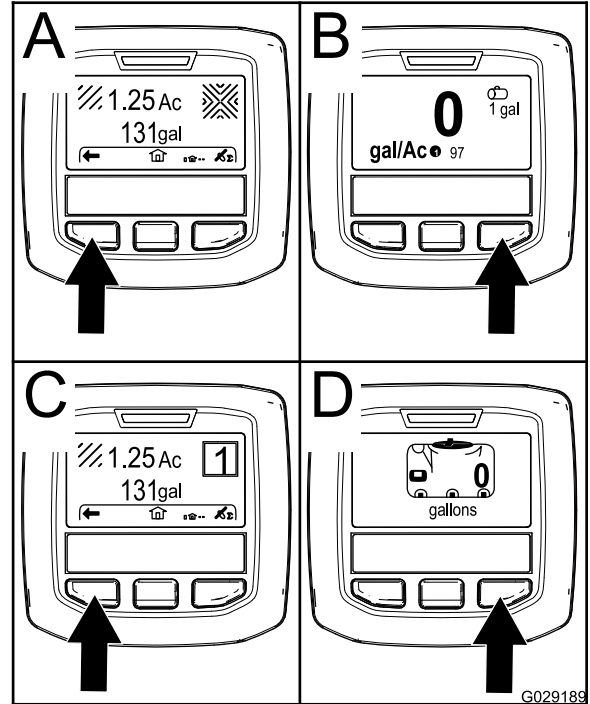

Bild 51
- Rechte Auswahltaste: **Gesprühter Gesamtbereich** (A in Bild 51)
- Rechte Auswahltaste: **Dosierung** (B in Bild 51)
- Linke Auswahltaste: **Gesprühter Unterbereich** (C in Bild 51)
- Linke Auswahltaste: **Behältervolumen** (D in Bild 51)